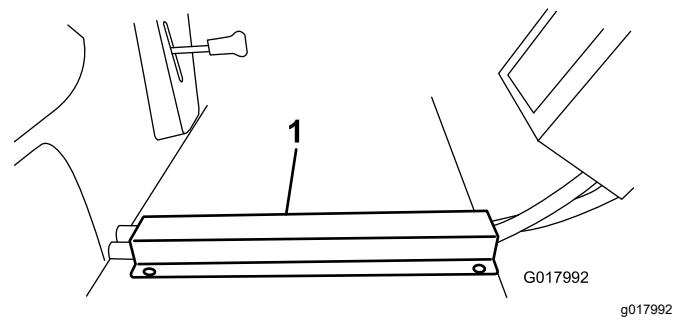

Figura 36
- Coloque la canalización sobre las mangueras del panel de suelo, alineando el borde delantero con el borde delantero del panel de suelo. Marque y perfore taladros en el panel de suelo e introduzca los tornillos autorroscantes (Figura 36).